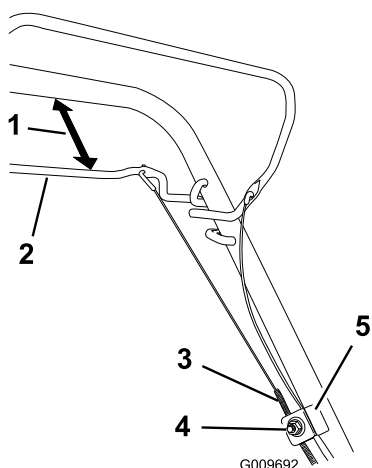

Figura 31
1. Afloje la tuerca del soporte del cable (Figura 31).
2. Sujete la barra de la transmisión autopropulsada a una distancia de 25 a 38 mm del manillar (Figura 31).
3. Tire hacia abajo de la cubierta del cable (hacia la máquina) hasta eliminar la holgura en el cable (Figura 31).